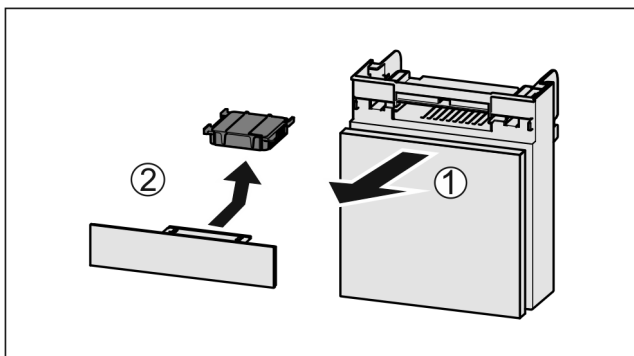

Fig. 83
- ▶ Zásuvku vytáhněte dopředu Fig. 83 (1).
- ▶ Filtr s aktivním uhlím vyjměte Fig. 83 (2).